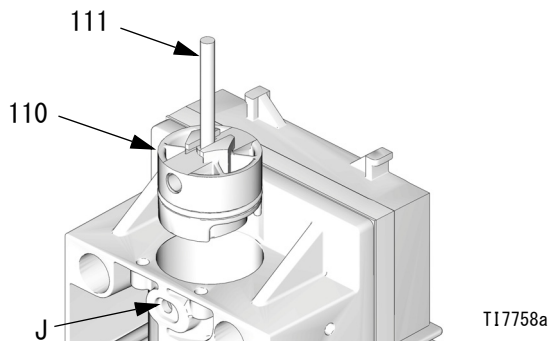

図 10. ピストンストップの取り外し
- 図 10 を参照してください。リテーナピン (111) をピン孔 (J) から抜き出します。ピンをひっくり返し、頭部をピストンストップ (110) の溝に滑り込ませます。ピンを使い、ピストンストップを引き出してください。